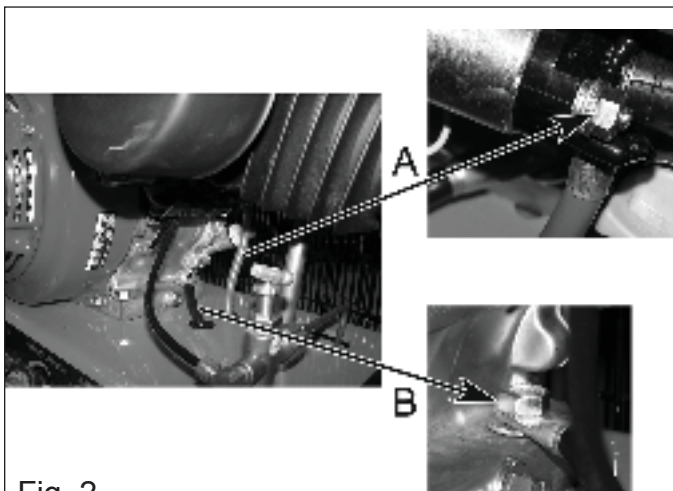
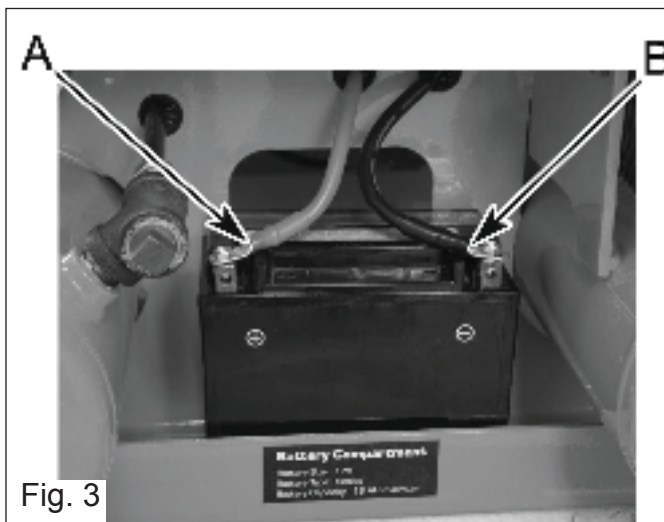

Fig. 2
Fig. 3
5. Connect the battery positive (+) cable (A) to the battery positive terminal (Fig. 3).
6. Connect the battery negative (-) cable (B) to the battery negative terminal (Fig. 3).
5. Connecter le câble (A) positif (+) de la batterie à la borne positive (+) de la batterie (Fig 3).
6. Connecter le câble négatif (-) de la batterie à la borne négative (-) de la batterie (Fig 3).
1. Conecte un cable rojo de batería de 26" de largo, calibre 4 con las terminales circulares de 5/16" (A) al terminal positivo (+) del motor de arranque (fig. 2) (*no incluye cable de batería*).
2. Conecte un cable negro negativo (-) de batería de 32" de largo, calibre 4 con las terminales circulares de 3/8" (B) al tornillo de conexión a tierra en el motor como se muestra en la ilustración (fig. 2) (*no incluye cable de batería*).
5. Conecte el cable positivo (+) de la batería (A) al terminal positivo (+) de la batería.
6. Conecte el cable negativo (-) de la batería al terminal negativo (-) de la batería (Fig. 3).